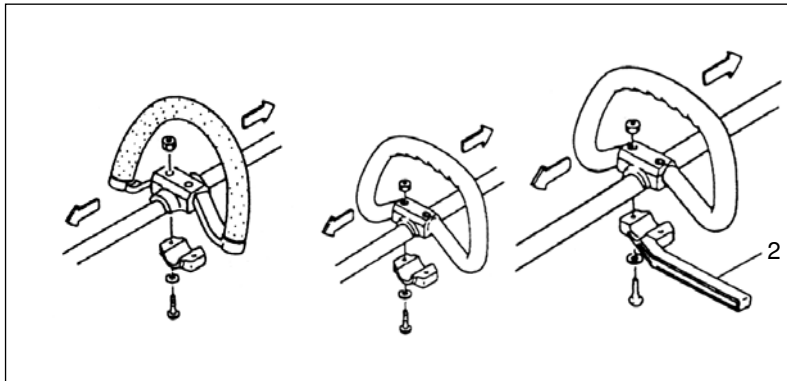

Fig.1-2
Använd alltid spärrstäng (2) och säkerhetssele med remhandtag, när en styv stålklinga används på grässtrimmer eller buskklippare med en rak skaft. (Fig.1-2)